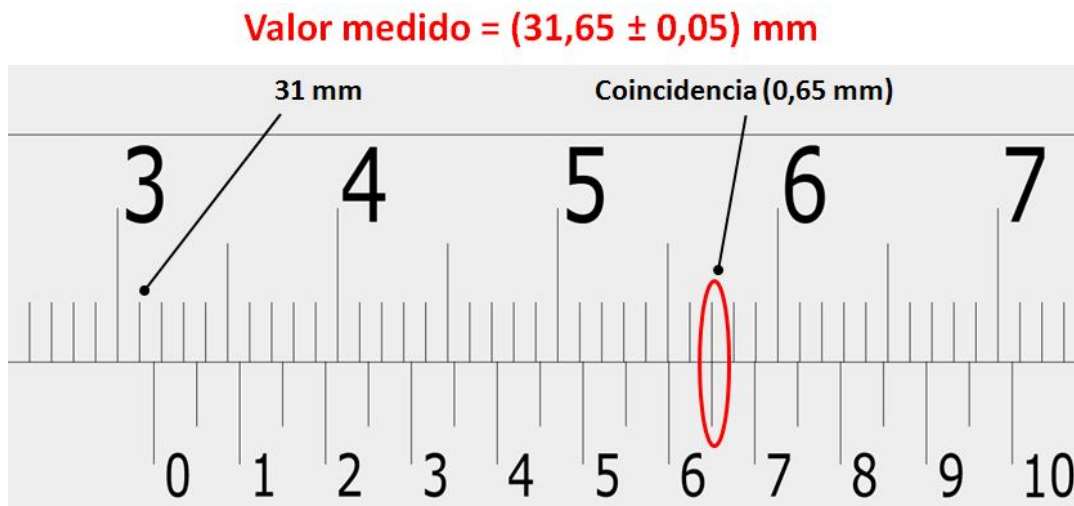
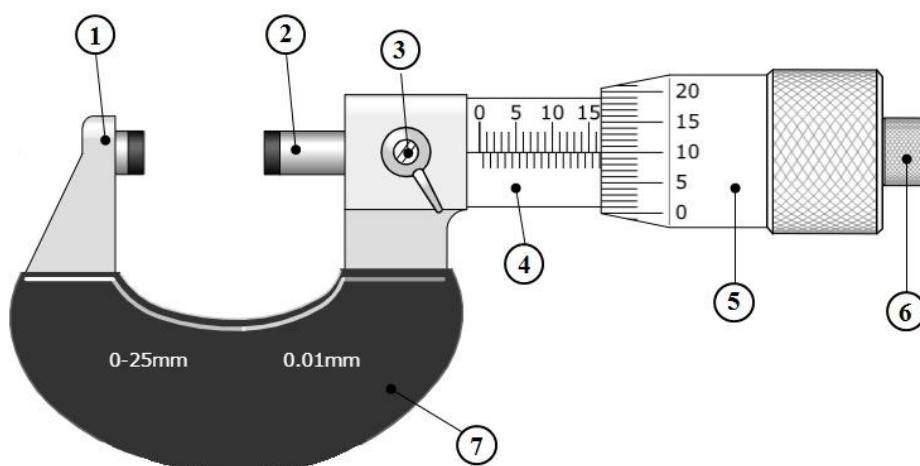

**Figura 1.** Esquema de un calibre
**Figura 2.** Ejemplo de medición con calibre.
Este instrumento tiene una apreciación menor que la de una regla milimetrada. Es decir, permite medir más precisamente. En el laboratorio existen calibres de apreciación 0,02 mm y 0,05 mm. En la Figura 1 puede observarse la apariencia de un calibre típico.
En la Figura 1, la escala (4) es fija, graduada en centímetros y milímetros. Para realizar una medida, debe ubicarse el objeto entre las mordazas, y seguidamente determinar mediante el cero del nonio (5) y la escala (4) cual es la medida en milímetros. A continuación debe observarse donde coinciden dos líneas cualesquiera de la escala (4) y el nonio (5). En la escala del nonio (5), se obtiene la medida de la décima y la centésima de milímetro. En la Figura 2, se muestra un ejemplo de medición, realizada con un calibre de apreciación 0,05 mm.